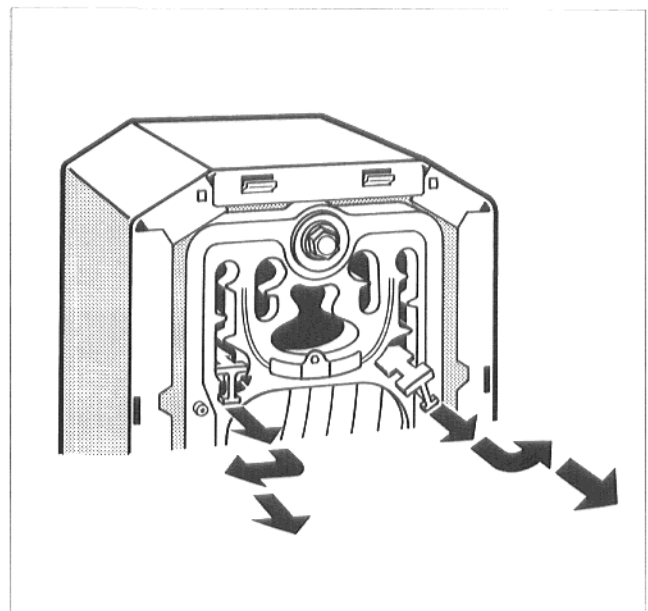

Fig. 32
- Røggasstyreladerne trækkes en lille smule fremad og sikringsbøjler drejes udad. Røggasstyreladerne fjernes udadtil (Fig. 32).